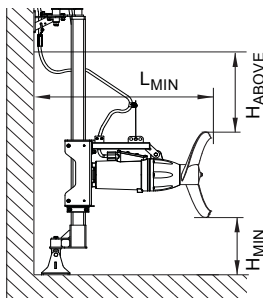

Рис. 7 Схема монтажа мешалок
- Расстояние между краем лопасти пропеллера и дном резервуара H_{MIN} (см. рис. 7) должно быть равно половине диаметра пропеллера.
- Расстояние от поверхности жидкости до края лопасти пропеллера H_{ABOVE} (см. рис. 7) должно быть не менее диаметра пропеллера.
- Расстояние между краем лопасти пропеллера и поверхностью стены позади мешалки L_{MIN} (см. рис. 7) должно составлять не менее 1,5 диаметра пропеллера.